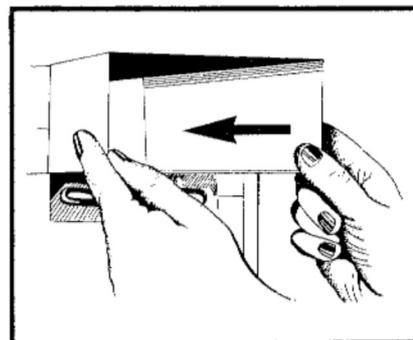

Fig. 8
- Engager ensuite la gaine d'évacuation de fumée (emboîtement de 25 mm mini), recouper cette gaine si nécessaire (fig. 8).